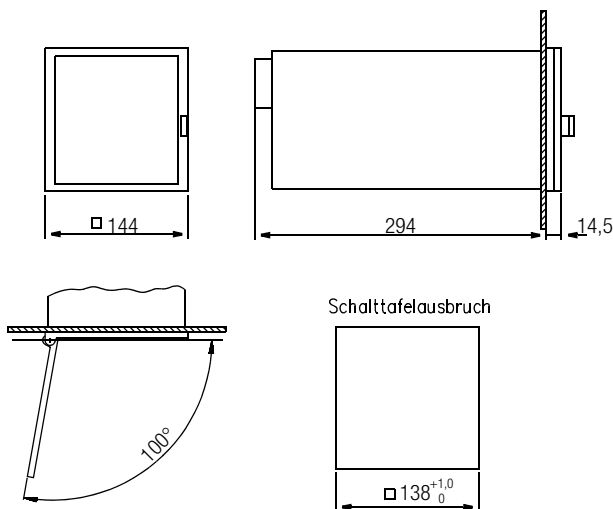

Bild 2 Maßbild POINTAX 6000M (Maße in mm)
1.3 Montieren (siehe Bild 2 und Bild 3)